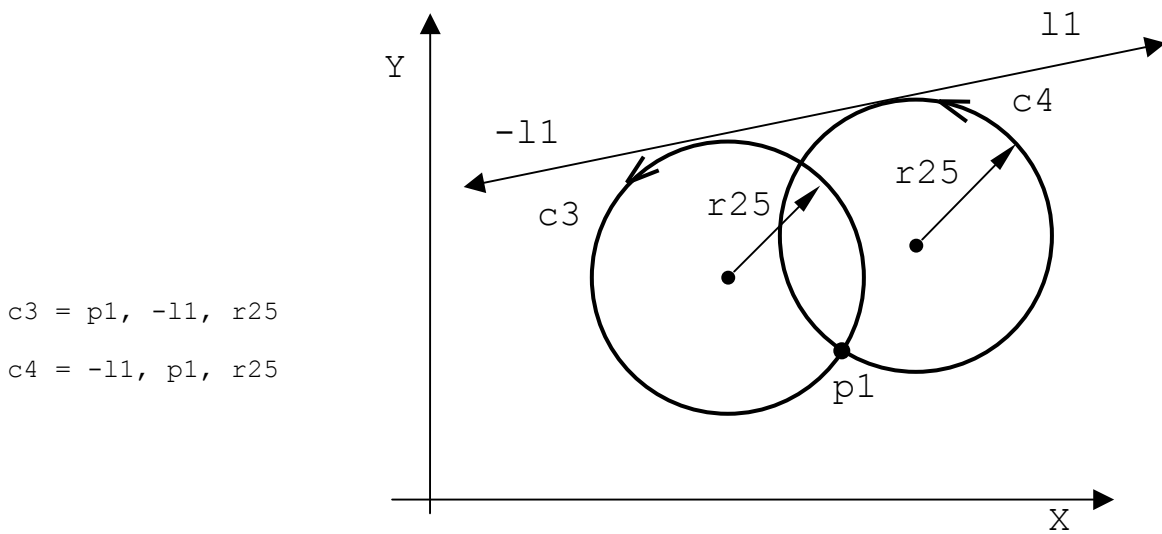

Рисунок 2.88
- окружность с данным радиусом, проходящая через предопределённую точку, и касательная к предопределённой линии (рисунок 2.88);